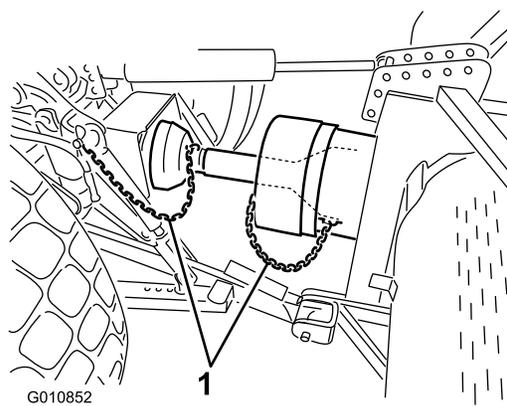

图25
- 将护罩安全链连接到 PTO 护罩和牵引车支架图25。确保打孔机在升起或降下时安全链保持松弛状态。